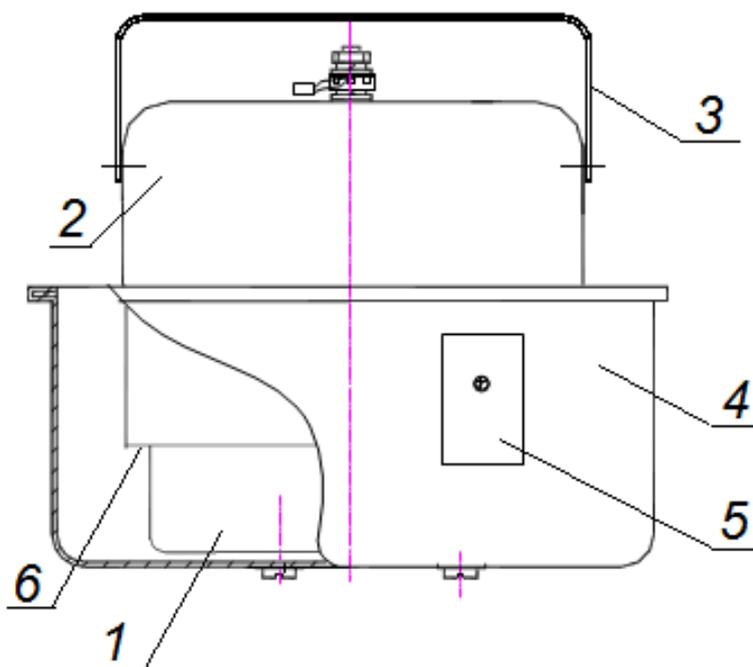

Рисунок 1 – Устройство ГОА
3.1 ГОА «Муха» (Рисунок 1) состоит из: корпуса 1, крышки 2, ручки 3 (устанавливается только на ГОА «Муха-60» (13,8 кг)), защитного экрана 4, устройства защиты от импульсных помех 5, кольцевого сопла 6.
– снять защитный экран и крышку (см. рисунок 1);